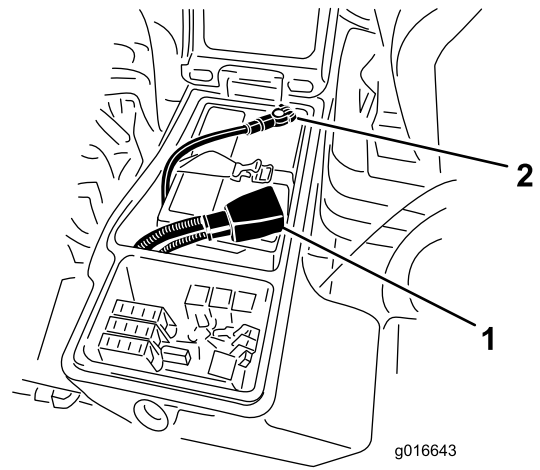

图 61
5. 将正极红色接线连接到正极 (+) 电池端子负极黑色接线连接到负极 (-) 电池端子 (图 61)。